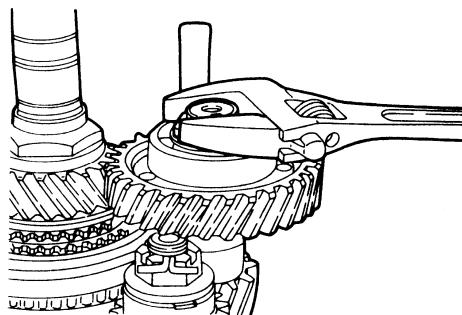
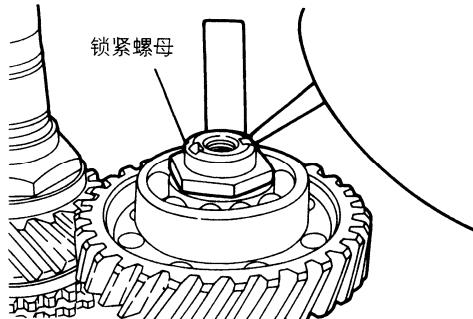

图 3-70 安装中间轴锁紧螺母
图 3-71 预锁住锁紧螺母
(17) 安装中间轴锁紧螺母时, 如图 3-70 所示, 把中间轴锁紧螺母拧到规定的扭矩, 请不要忘记按照图 3-71 所示的位置预锁住锁紧螺母, 并应确保 OD 齿轮转动灵活平稳。